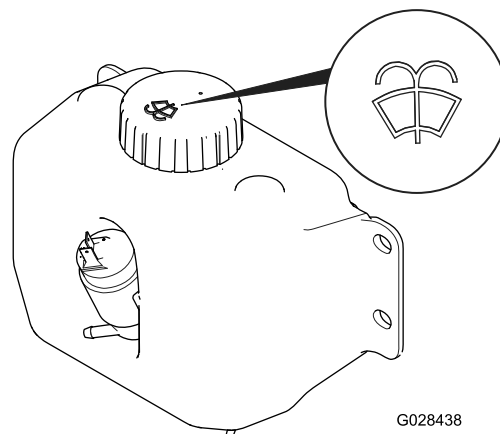

Figure 53
2. Ouvrez le capot et localisez le réservoir de lave-glace (**Figure 53**).